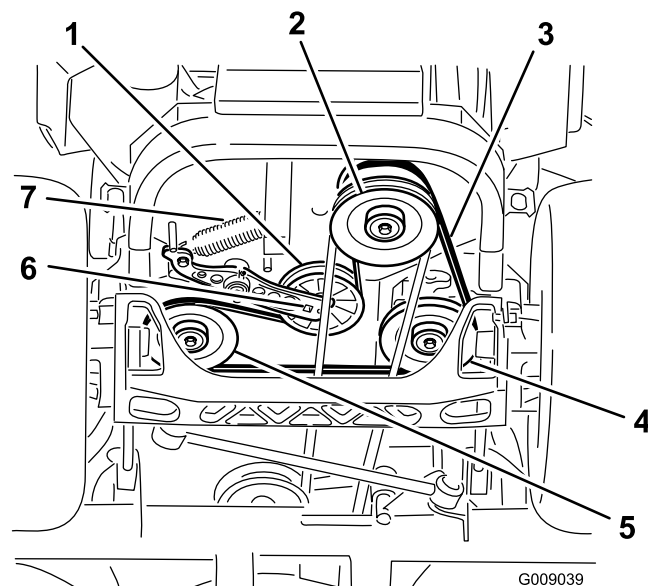

Figure 73
4. Soulevez la machine sur des chandelles (Figure 73).
5. Insérez un rochet dans le trou carré du bras de la poulie de tension pour déposer le ressort de la poulie de tension (Figure 73).
6. Décrochez le ressort de tension du bâti (Figure 73).
9. Insérez un rochet dans le trou carré du bras de la poulie de tension pour installer le ressort de la poulie de tension sur le châssis (Figure 73).